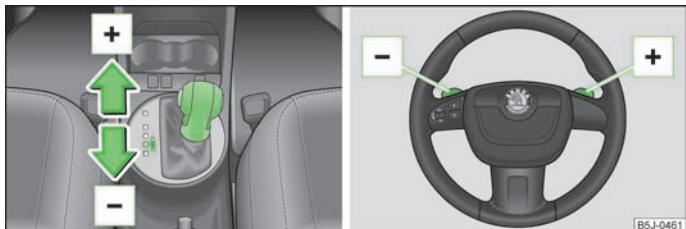

Fig. 87 Alavanca selectora e volante multifunções
► Impulsione a alavanca selectora para a frente **+** » Fig. 87.
► Puxe o interruptor oscilante direito **+** » Fig. 87 no volante multifunções.
► Puxe o interruptor oscilante esquerdo **-** » Fig. 87 no volante multifunções.